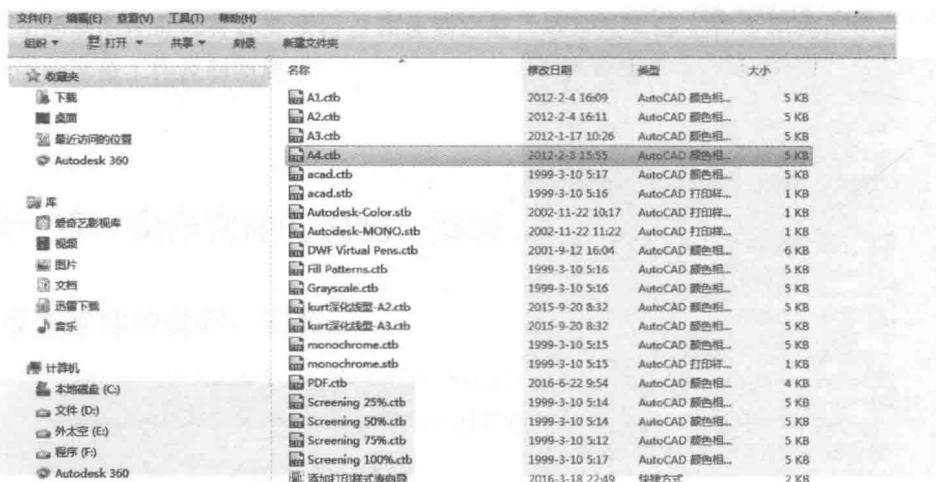

图 2-1-9
②公司打印样式的安装路径（“C:\Users\lenovo\AppData\Roaming\Autodesk\AutoCAD2014\R19.1\chs\Plotters\Plot Styles”），如图2-1-9所示。